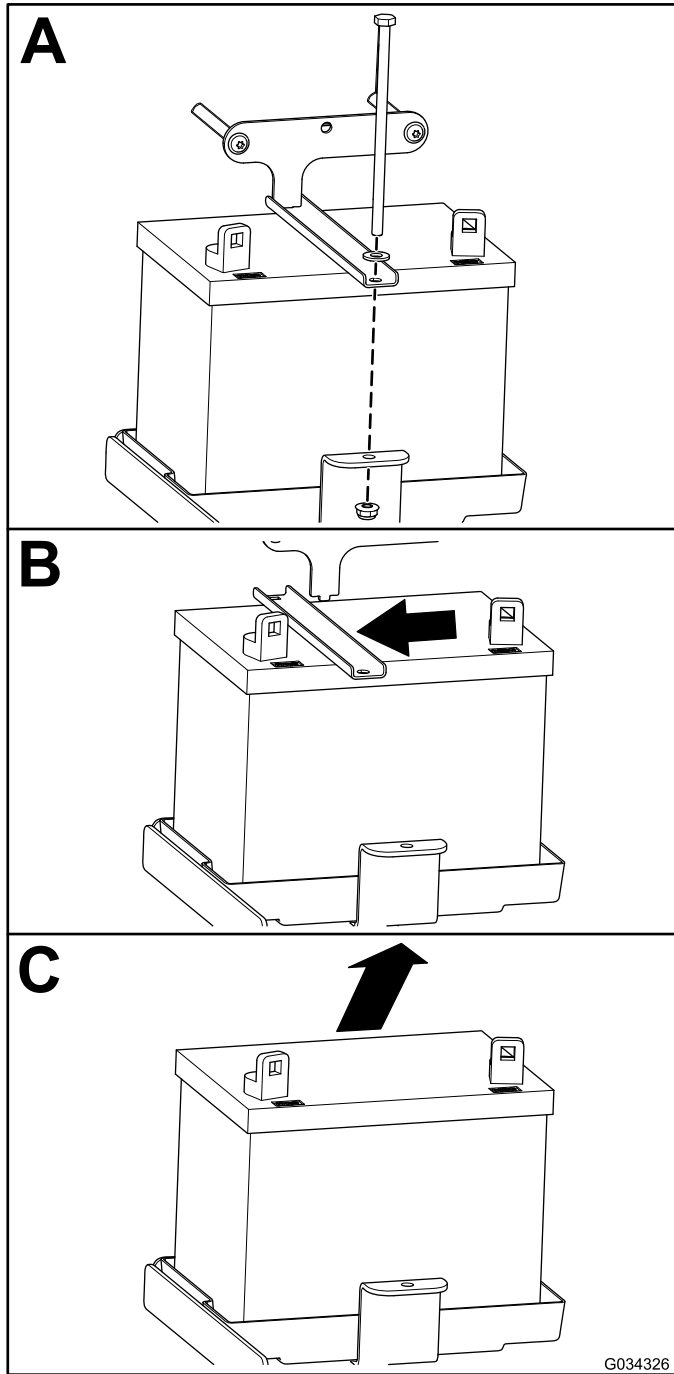

Figura 48
2. Retire la batería como se muestra en la Figura 48.